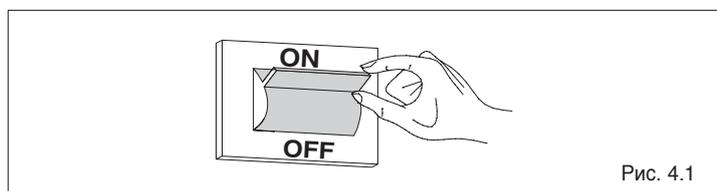

Рис. 4.1
- переведите главный выключатель системы в положение «включено» (Рис. 4.1)